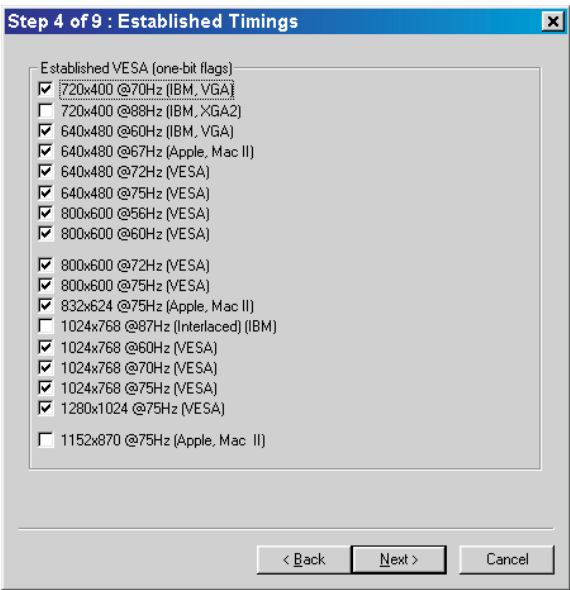

Fig. 21
3. Click **Next** , bring up Fig. 21.